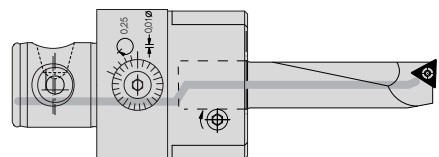

Bild 2
- Innere Kühlschmierstoffzufuhr bis zur Schneide, zulässiger Druck: max. 20 bar (Bild 2)